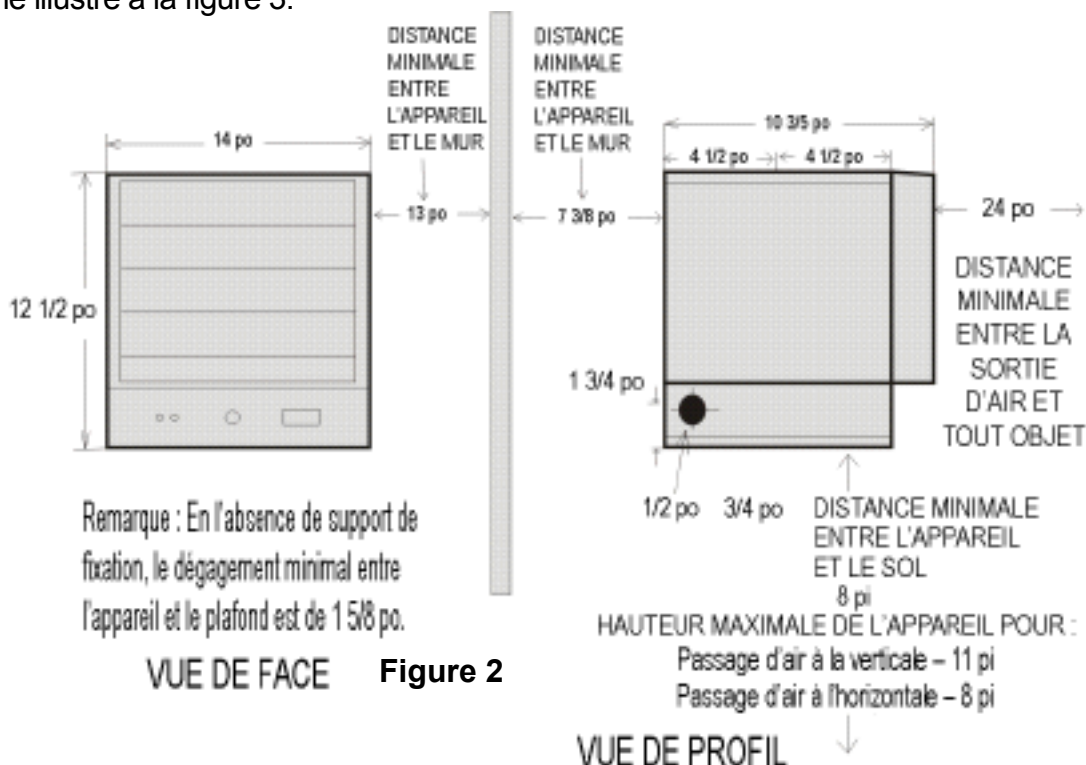

Figure 2
9. Le radiateur doit être installé à au moins 8 pieds du sol. **For specific clearances, see figure 2.**
Installez le radiateur à l'écart des zones de circulation et maintenez le dégagement minimal décrit à la figure 2. Le passage d'air ne doit pas être obstrué par des colonnes ou des machines, et l'air doit longer les murs plutôt qu'être poussé directement sur ces derniers. Lorsque plusieurs radiateurs sont utilisés, ils doivent être disposés de façon à créer un passage d'air continu avec les autres radiateurs afin de mieux faire circuler l'air chaud, comme illustré à la figure 3.